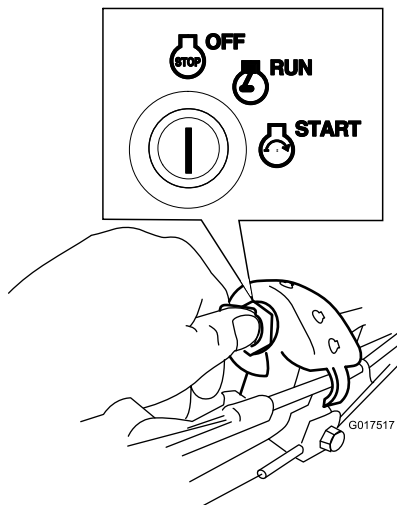

Bild 20
1. Drehen Sie den Schlüssel auf die Aus-Stellung (Bild 20).